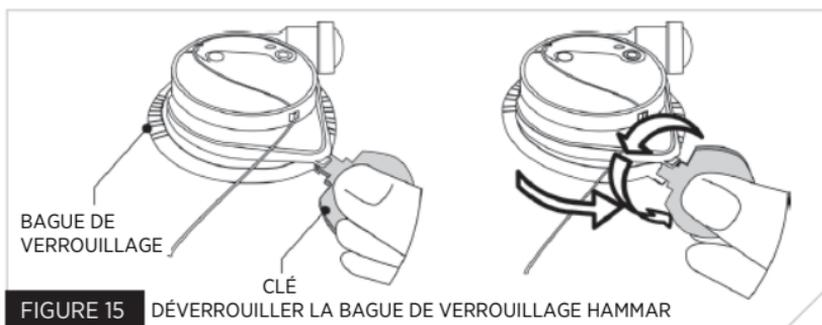

FIGURE 15 DÉVERROUILLER LA BAGUE DE VERROUILLAGE HAMMAR
3. Insérez la clé métallique entre la bague de verrouillage noire et le bouchon jaune étiqueté. Tournez la clé dans le sens inverse des aiguilles d'une montre (Fig. 15).